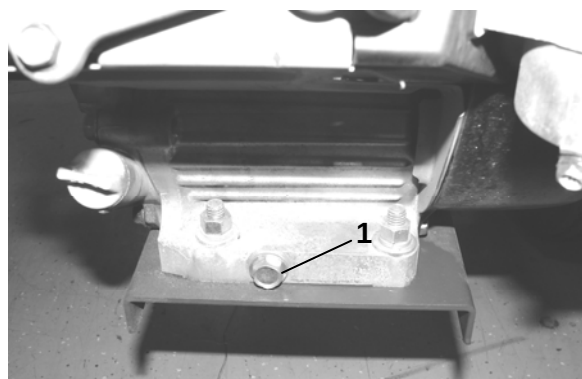

Figure 16
5. Remplacez le bouchon de vidange puis remplissez le carter avec l'huile spécifiée. Référez-vous à Contrôle du niveau d'huile moteur (Figure 16).